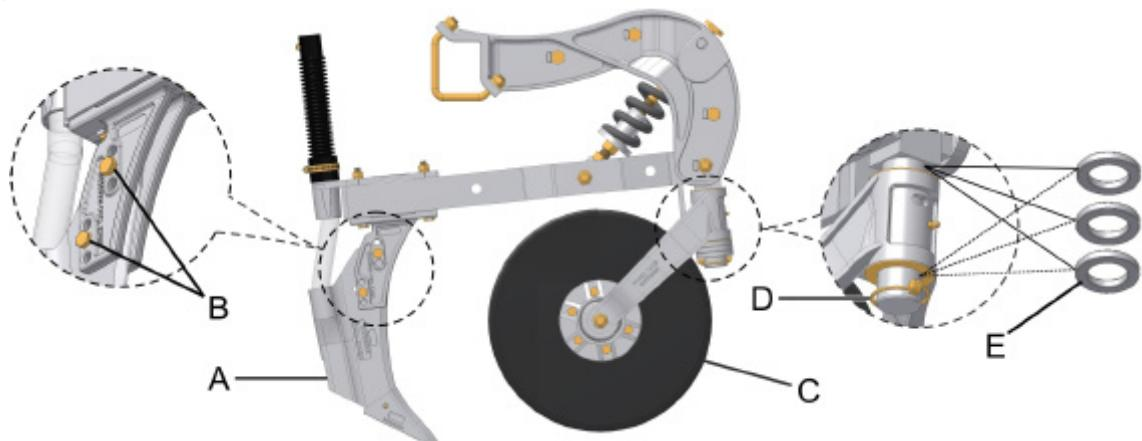

fig. 25
A posição do sulcador poderá ser regulada no sentido vertical. Para isto basta liberar o facho sulcador (A) (fig. 25) e mudar a profundidade de sulco mudando a posição dos parafusos (B).